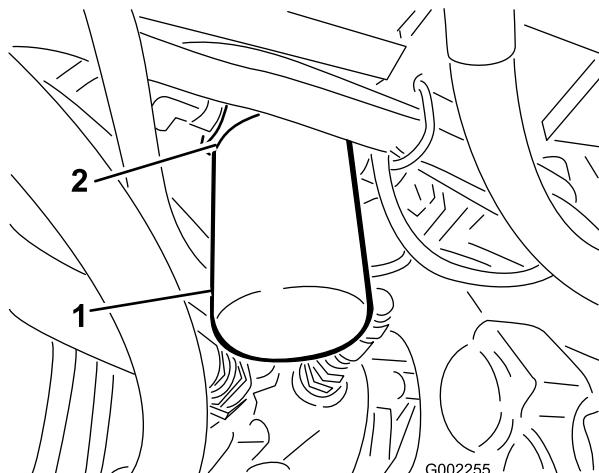

図 59
2. フィルタ容器の周辺をウェスできれいにぬぐう（図 59）。
4. フィルタを外す（図 59）。
5. 新しいフィルタのガスケットにオイルを塗る（図 59）。